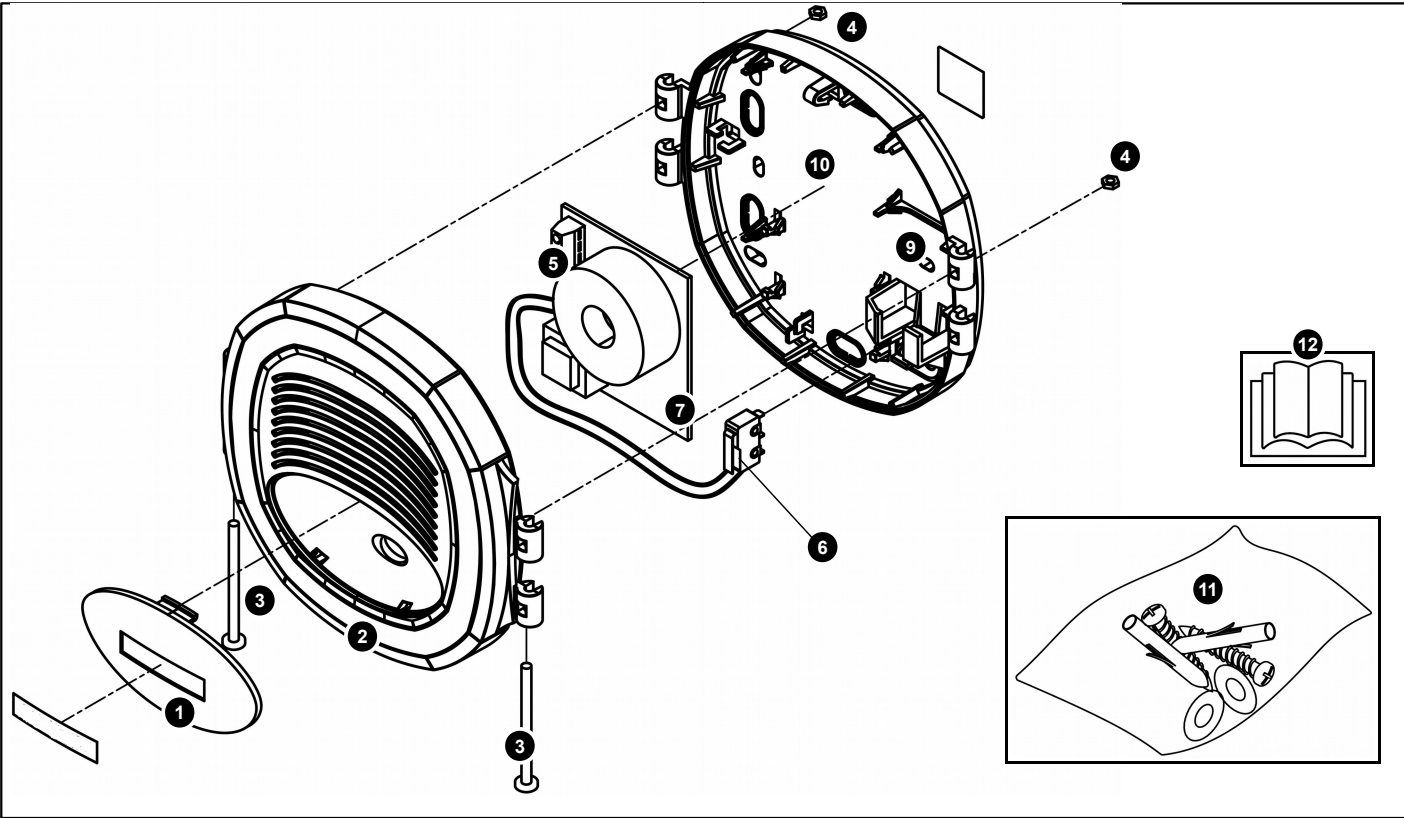

Fig. 1 – Componenti generali e dotazioni di serie / General components and standard equipment
- Loosen and remove one of the 2 screws (ref. 3, fig. 1) and open the lid (2).
1. Svitare e rimuovere una delle due viti **3** (fig. 1) ed aprire il coperchio **2**.
1. Loosen and remove one of the 2 screws (ref. **3**, fig. 1) and open the lid (**2**).